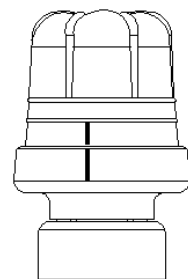

Рис. 4
3. Поворачивать колпачок вправо, пока он не войдет в паз. Пометки должны находится друг напротив друга (см. рис. 4).
Правильное функционирование возможно только тогда, когда колпачок в позиции вентиля закрыт (см. рис.4)
Колпачок поворачивать вправо, пока пометки не станут друг напротив друга (см. рис. 4).